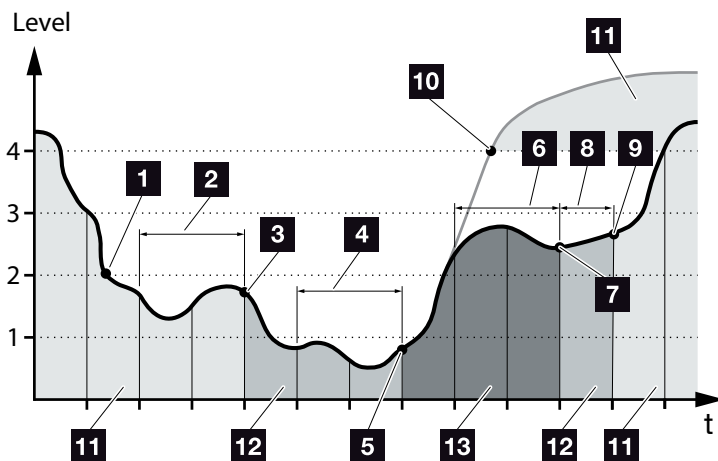

Bild 54: Automatiskt läge
I motsats till det "automatiska" läget stängs här batteriet av så fort solcellsenergin faller under gränsen för Nivå 1 under två på varandra följande dagar  **Bild 54, pos. 5.**